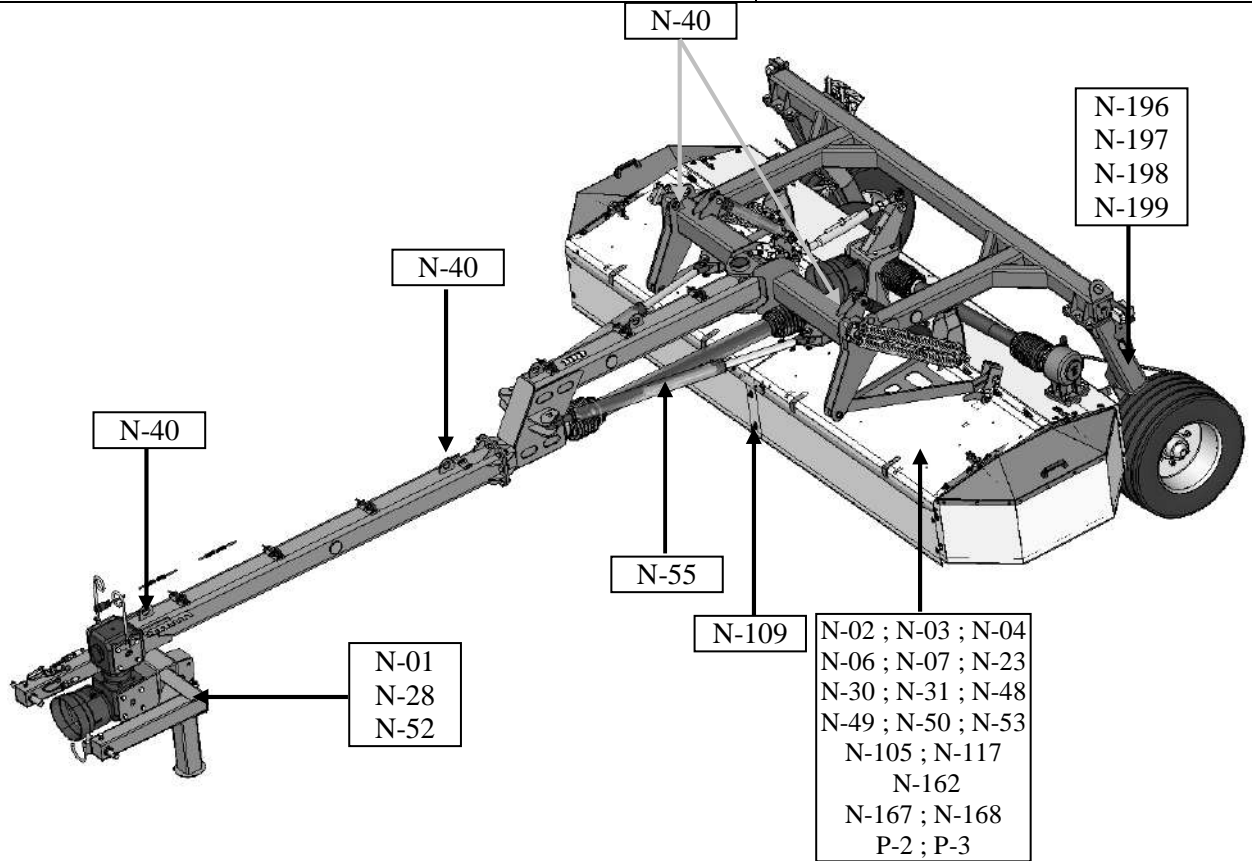

Рис. 7. Места прикрепления предупредительных знаков
- Косилка агрегируется с трактором с помощью продольных тяг трехточечной системы навески. Для этого необходимо подъехать трактором к навеске косилки и присоединить шкворни (P) навески косилки с тягой (C) трактора, затем защитить их чеками, как указано на Рис. 7.
- Поднять опорную стойку (S) и в этом положении зафиксировать ее пальцем.